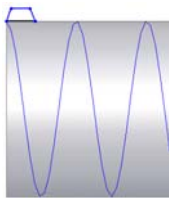

图 10-33 绘制的梯形螺纹线
2) 单击[草图]控制面板中的[直线]按钮, 以螺旋线右上端点为起点绘制一个梯形螺纹线, 结果如图 10-33 所示, 然后退出草图绘制状态。
2) 在[轮廓] 一栏中, 选择图 10-33 中的梯形螺纹线; 在[路径] 一栏中, 选择生成的螺旋线。单击按钮, 结果如图 10-34 所示。